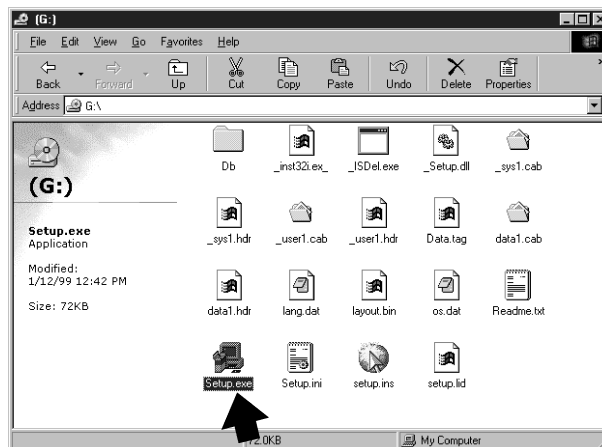

Fig. 2
3. Double-click the **My Computer** icon, then the **CD-ROM drive** icon, and then double-click the **Setup.exe** icon to start up the installer. (Fig. 2)
3. Double-cliquer sur l'icône **My computer**, puis sur l'icône du **CD-ROM drive** et enfin double-cliquer sur l'icône **Setup.exe** pour lancer le programme d'installation (Fig. 2).
3. Doppelklicken Sie auf das Symbol **My computer**, danach auf **CD-ROM drive**, danach doppelklicken Sie auf **Setup.exe**, um den "Installer" zu starten. (Abb. 2)
3. Haga doble clic en el icono **My Computer** y seguidamente en el icono **CD-ROM drive**; a continuación haga doble clic en el icono **Setup.exe** para iniciar el programa de instalación. (Fig. 2)